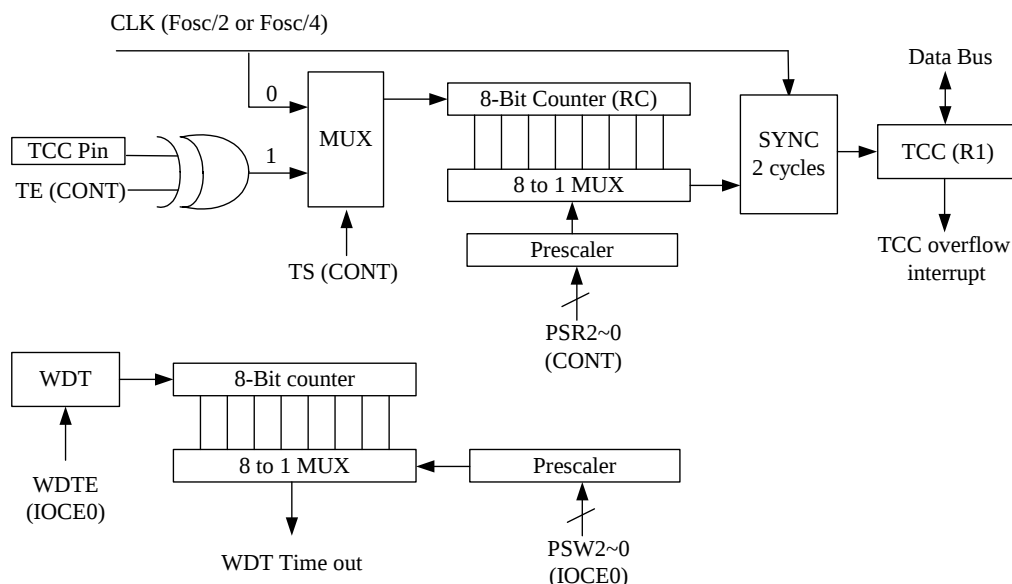

图6 TCC 和 WDT 方块图
有两个8位计数器分别做为 TCC 和 WDT 的预除器. CONT 的 PSR0~PSR2 位决定TCC 预除器的比率. 同样地, IOCE0寄存器的 PWR0~PWR2 位决定WDT预除器的比率. 预除器 (PSR0~PSR2) 的清除是通过每次写入数据至TCC, WDT预除器的清除是通过执行“WDTC”和“SLEP”指令. 图6 描绘 TCC/WDT 的电路图.
- R1(TCC) 是一个8位定时器/计数器. TCC计数的时钟源可以是内部时钟或从TCC引脚来的边沿可选择的外部信号输入. 如果TCC信号源是内部时钟, 则每个指令周期TCC将会加1(没有预除器时). 如图6所示, 由Code Option 位 <CLKS> 选择  $CLK = F_{osc}/2$  或  $CLK = F_{osc}/4$ . 如果CLKS是“0”, 则  $CLK = F_{osc}/2$ , 如果CLKS是“1”, 则  $CLK = F_{osc}/4$ . 如果TCC信号源是外部时钟输入, 则TCC引脚的每个上升沿或下降沿TCC将会加1.